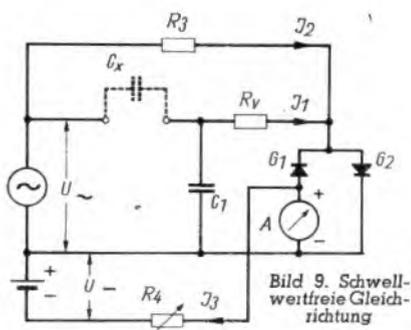

Bild 9. Schwellwertfreie Gleichrichtung
Wird für Messungen mit Wechselspannung zur Anzeige ein Drehspulinstrument mit Trockengleichrichter in der üblichen Weise verwendet, ergibt sich infolge der Spannungsschwelle ein wesentlich ungünstiger Skalenverlauf als für Messungen mit Gleichspannung. Es wurde zunächst versucht, das Anzeigegerät in Art eines Dynamometers mit einem Wechselstrommagneten auszurüsten, der mit 50 Hz gespeist wurde. Es bereitete jedoch Schwierigkeiten, die innere Erwärmung des empfindlichen Systems genügend weit herabzusetzen. Das Ziel einer schwellwertfreien Gleichrichtung wurde dann auf eine andere Weise erreicht, die Bild 9 zeigt. Die Grundschaltung entspricht Bild 3, umgewandelt zur Messung von Kapazitäten.  $R_1$  ist durch einen Kondensator  $C_1$  ersetzt, um sicherzustellen, daß die arithmetische Summe von  $U_2$  und  $U_3 = U_1$  ist, wie es zur Ableitung der Formel (1) Voraussetzung war. Die Gleichrichter  $G_1$  und  $G_2$  werden über den Widerstand  $R_3$  vorbelastet (Strom  $I_2$ ). Der dadurch entstehende Vorausschlag des Instrumentes wird mit einem zusätzlichen Gleichstrom  $I_3$  über den Widerstand  $R_4$  kompensiert. Es entsteht so eine völlig lineare Abhängigkeit der Anzeige von dem Meßstrom  $I_1$ . Voraussetzung für die richtige Wirkung der Vorbelastung ist die Phasengleichheit der Ströme  $I_1$  und  $I_2$ , die bei der dargestellten Schaltung, jedoch nicht bei einer aus Bild 2 entwickelten Schaltung gewährleistet ist. Die Schaltung nach Bild 3 hat noch den besonderen Vorzug, frequenzunabhängig zu sein, so daß bei falscher Netzfrequenz oder durch deren Oberwellen keine Meßfehler entstehen.